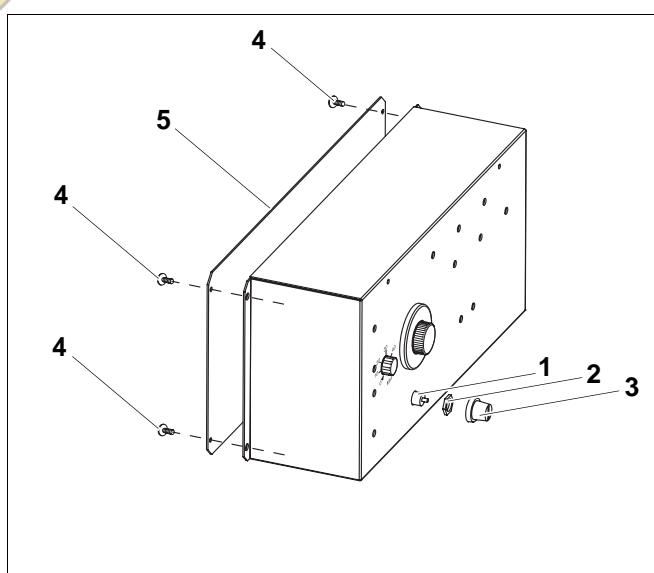

Рис. 60 Дополнительный регулятор HT3101E
- Выкрутить винты (рис. 60, поз. 4) крышки корпуса (рис. 60, поз. 5).
- Снять крышку корпуса (рис. 60, поз. 5).
- Открутить защитный колпачок (рис. 60, поз. 3).
- Открутить резьбовое крепление STB (рис. 60, поз. 2).